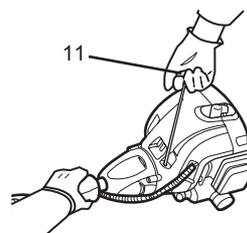

Fig. 12c
- 5). Immobilisez l'appareil, tirez lentement sur la poignée du lanceur à rappel (11) jusqu'à sentir une certaine résistance (indiquant que le starter est enclenché), puis tirez d'un coup sec pour lancer le moteur (fig. 12c).